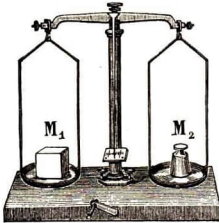

Abb. 22
**4. Zur Bestimmung des Gewichtes dienen die Waagen.** Um kleine Gewichte zu messen, kann man statt der **Krämerwaage** (Abb. 22), die jeder kennt, auch die **Federwaage** benutzen (Abb. 20).